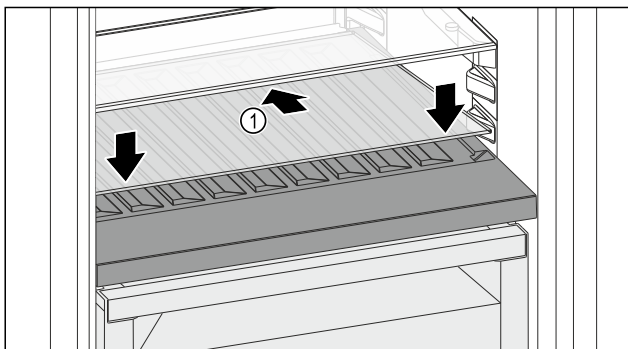

Fig. 93
- Sätt an glasskivan Fig. 93 (1) snett och lutad bakåt.
- Sänk glasskivan Fig. 93 (1) framtill.